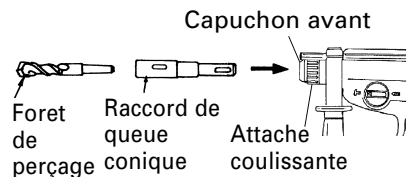
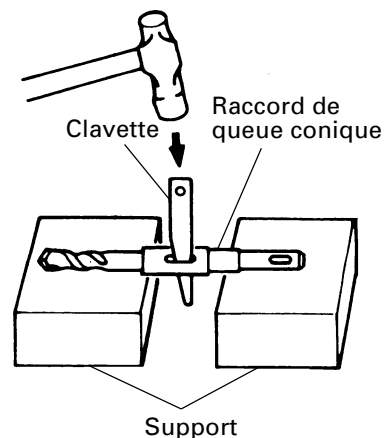

Fig. 17
Fig. 18
- (1) Monter le raccord de queue conique sur le marteau rotatif à percussion. (Fig. 17)
- (2) Fixer la mèche (queue conique) sur le raccord de queue conique. (Fig. 17)
- (3) Mettre l'interrupteur sur la position de marche (ON) et percer un trou de la profondeur voulue.
- (4) Pour retirer la mèche (queue conique), introduire la clavette dans la fente du raccord de queue conique et frapper la tête de la clavette avec un marteau alors que le perceuse est placée sur le support. (Fig. 18)